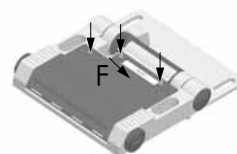

Fig. 4
6. Quindi avvitare le 3 viti del coperchio (Fig. 4) e stringerle uniformemente applicando una coppia di serraggio di 0,6 Nm.